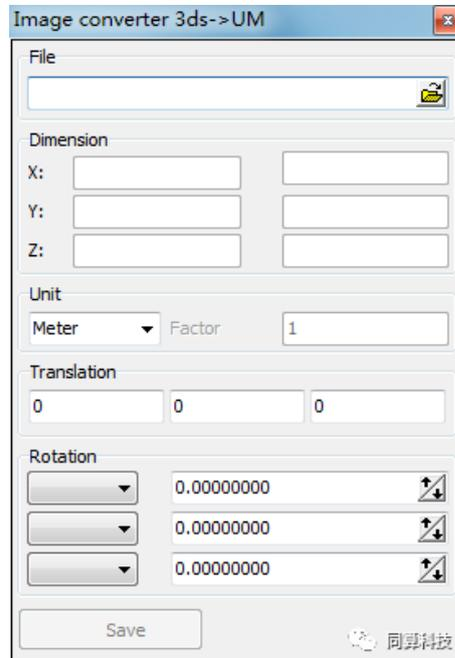

图 022-6
1、在 **UM Input** 菜单栏选择 **Tool→Import from CAD→3ds...**，如图 022-6；